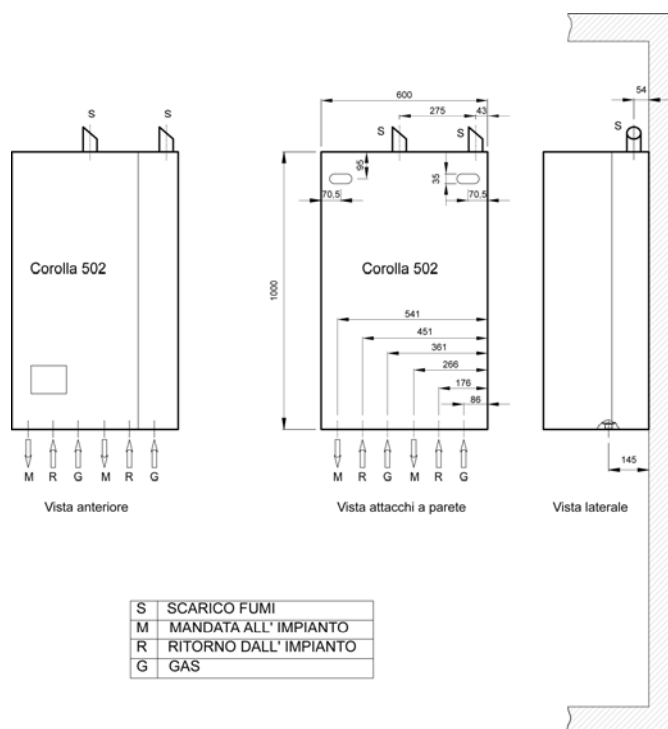

Figura 7: posizionamento a parete della caldaia.
La caldaia deve essere fissata su una solida parete in muratura mediante i ganci forniti con l'apparecchio che troverete all'interno dell'imballo. La posizione dei ganci per un esatto posizionamento della caldaia può essere determinata utilizzando la staffa metallica presente nell'imballo (vedi Figura 5). Più in particolare, utilizzare i 4 tasselli in dotazione (2 per lato) per fissare la piastra di aggancio della caldaia alla parete (vedi Figura 7). La caldaia presenta posteriormente le asole in cui far passare i ganci presenti sulla piastra. L'altezza della caldaia va scelta in modo da rendere la sua parte superiore non raggiungibile con le mani.
Nella Figura 7 a pagina 7 sono riportate le posizioni relative degli allacci idraulici e tipologia degli stessi nel caso di una Corolla 502. Le misure degli attacchi sono le seguenti:
- Gas** 3/4" (G in Figura 7)
- Mandata** 1" (M in Figura 7)
- Ritorno** 1" (R in Figura 7)